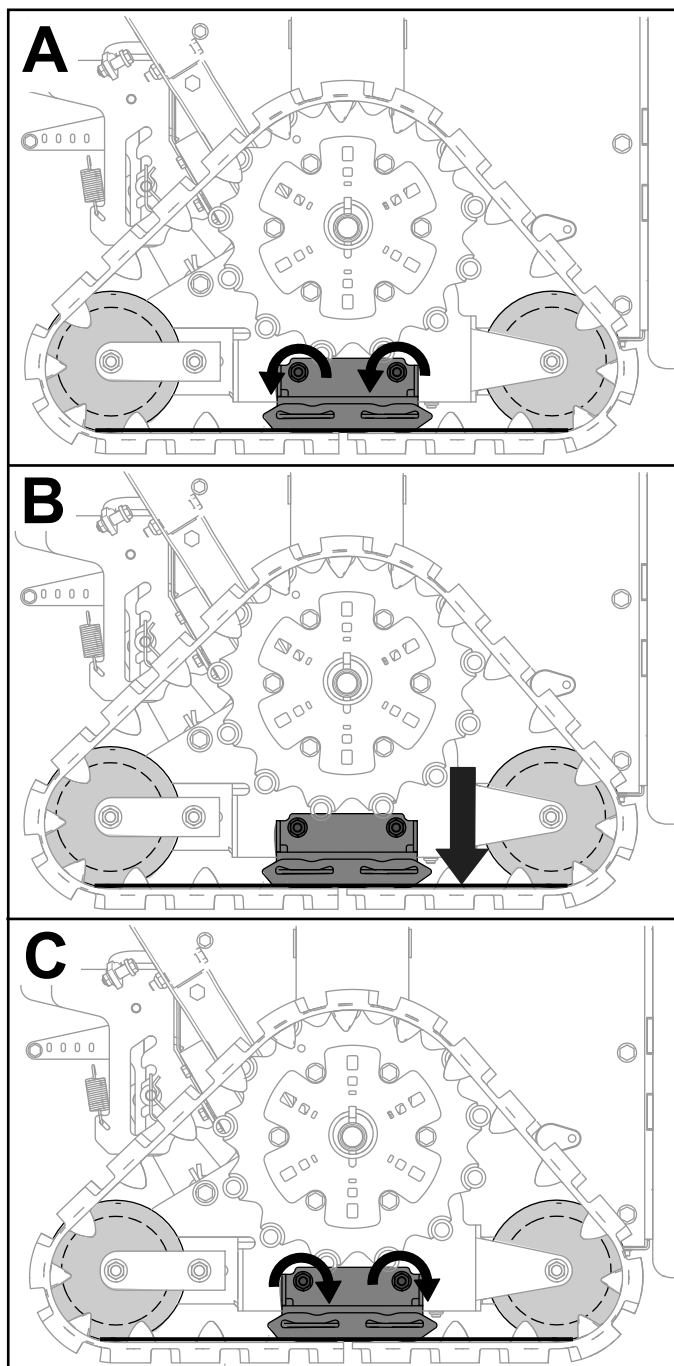

Figura 24
2. Slăbiți uruburile sabotului (A din Figura 24).
3. Coborâți sabotul astfel încât să fie tangent cu rolele de enile din față și din spate (B din Figura 24).
4. Strângeți uruburile sabotului (C din Figura 24).